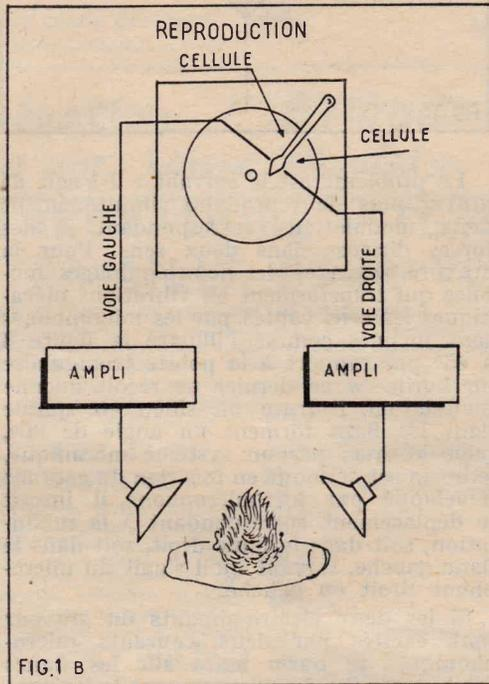

FIG. 1 B
La stéréophonie exige donc au moins deux microphones pour la prise de son à l'enregistrement, placés respectivement à droite et à gauche de l'orchestre et éloignés entre eux d'un mètre et même plus, suivant les techniques de prise de son employées. Les deux signaux doivent ensuite être transmis, amplifiés et reproduits séparément (fig. 1). On conçoit que cette nécessité de deux voies distinctes, qui jusqu'ici en radio, oblige à employer deux émetteurs (1) et deux récepteurs, a été pour